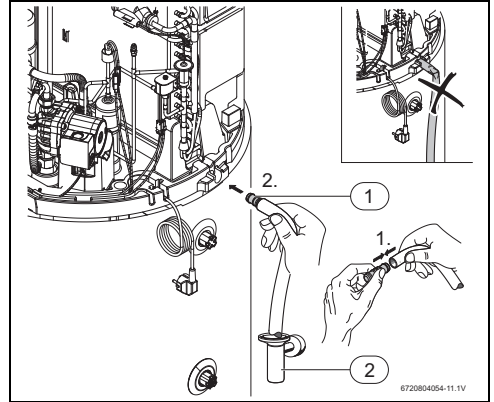

Fig. 11 Recogida de condensados
- ▶ Conectar el conducto de condensados a¹⁾ la salida de condensados (Fig. 11, [1]).
- ▶ Conducir los condensados a través de un sifón de salida (Fig. 11, [2]).